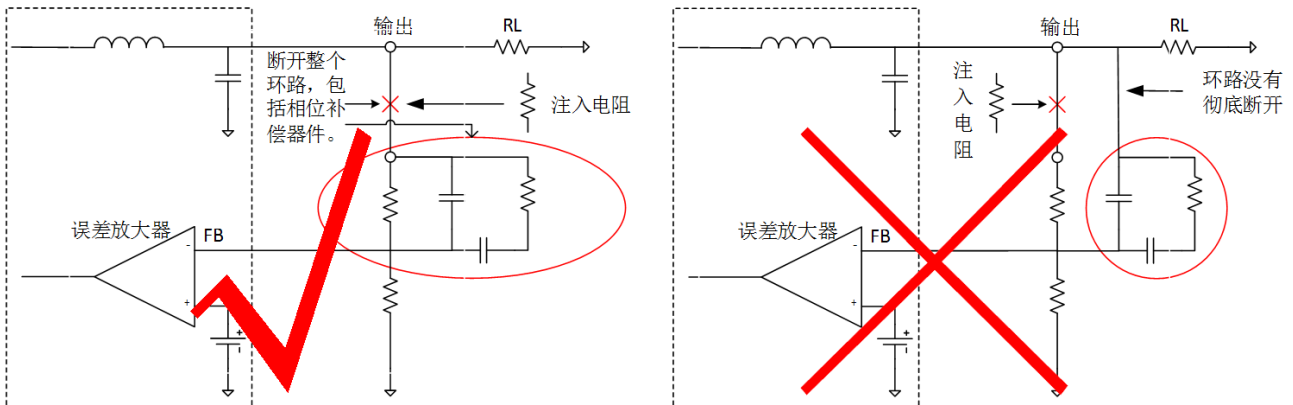

图 1.12 正确与错误的连接方式示例
1. 注入电阻的位置必须是可以使整个环路都断开的地方，如图 1.12 所示。